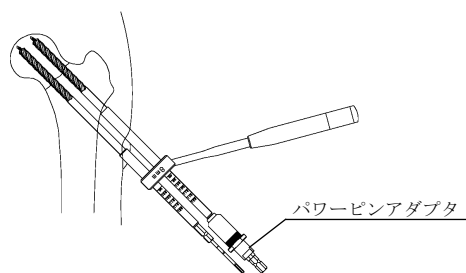

図 6
- 6) ガイドピンスリーブ (2.4GP 用) を取り外し, 6.7 中空ドリル (2.4GP 用) にてガイドピンが骨頭を貫通しないよう, イメージインテンシファイヤー (X 線透視) で確認しながら骨頭軟骨下までドリリングし, **パラレルガイド近位側先端が確実に骨面に接触した状態で**, 目盛りを読み取ります。(図 6)